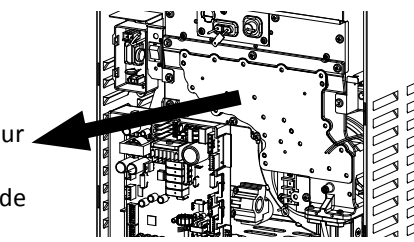

Figure 2
- Enlever la plaque du collecteur. (Figure 2)